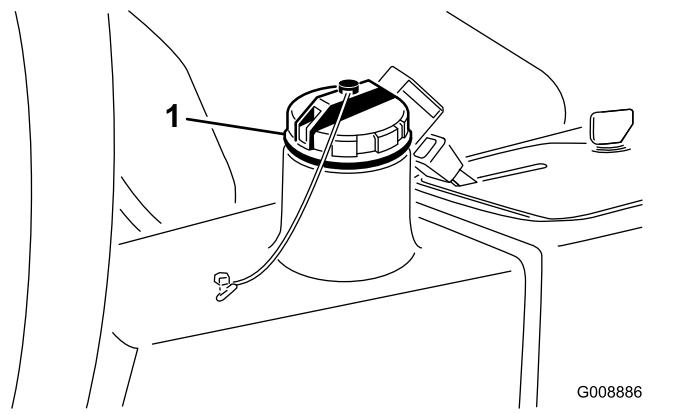

Bild 79
4. Füllen Sie den Behälter (Bild 79) mit ca. 13.2 Liter Hydrauliköl, siehe Prüfen der Hydraulikanlage (Seite 53).